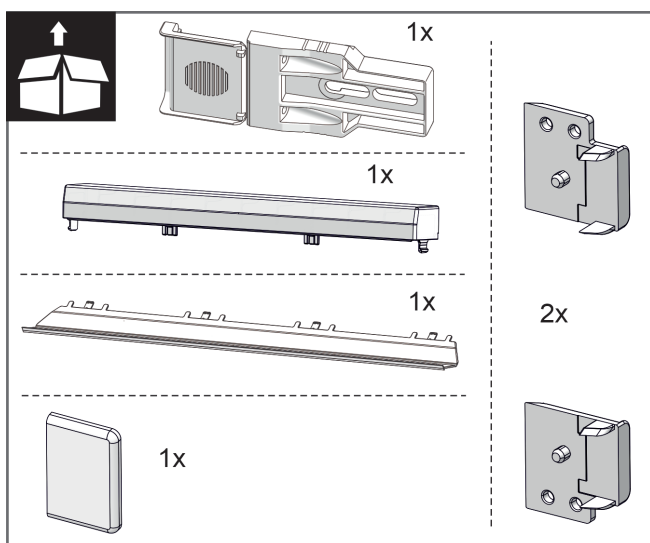
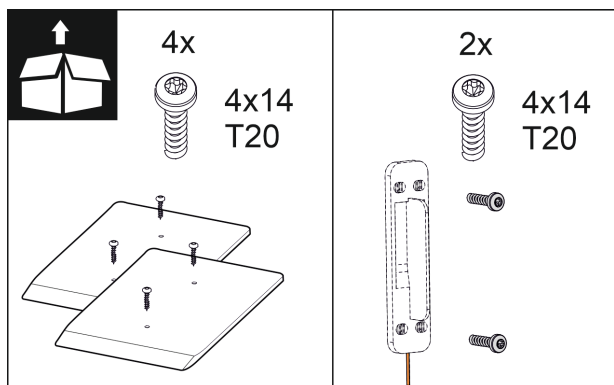

Fig. 11
Fig. 17
2. Sprawdzić elementy montażowe w dołączonej paczce. Fig. 11 () do Fig. 17 ()
Elementy montażowe w dołączonej paczce Fig. 11 () do Fig. 17 ()